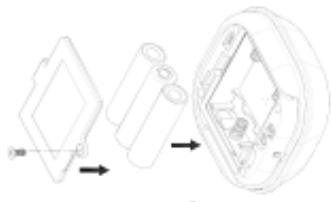

图 3
3. 将 3 颗 AA 1.5V 碱性电池安装入电池槽内，注意电池极性方向须依照指示正确放置(图 3)；